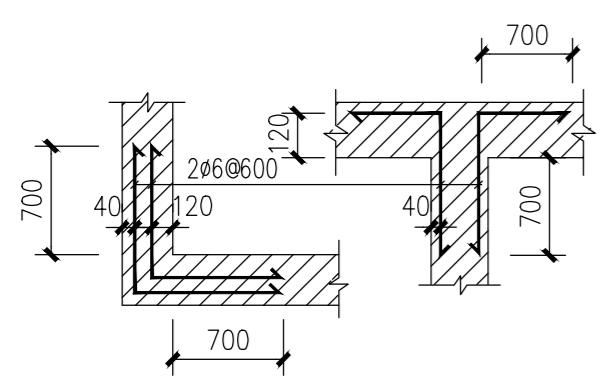

图 4.3
- 4、所有填充墙纵横交接及转角处均应错缝搭砌，无构造柱处用钢筋拉结如图 4.3；